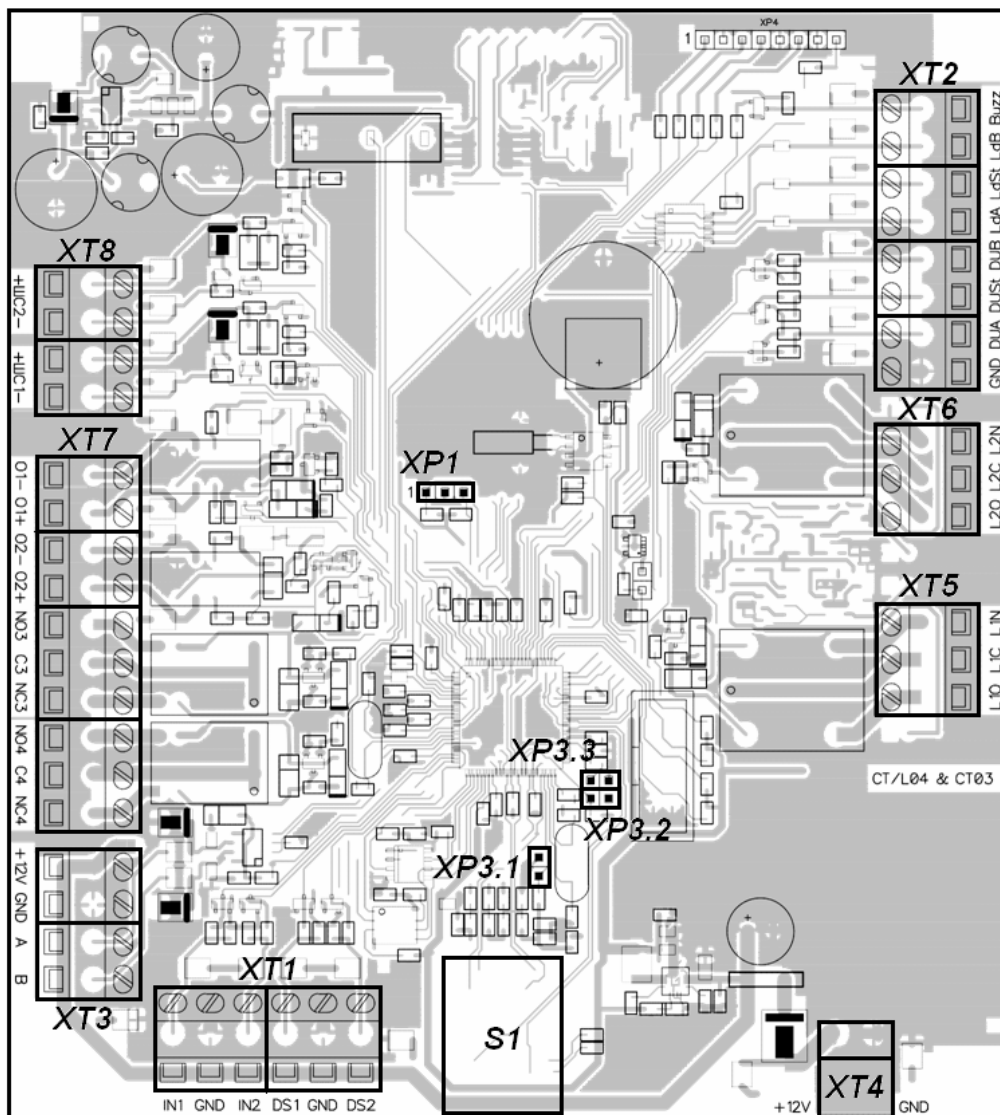

Рисунок 3 Внешний вид платы контроллера
5.2.4 Пульт управления выполнен в виде небольшого настольного прибора в корпусе из ударопрочного полистирола и предназначен для задания и индикации режимов работы при ручном управлении ЭП. Пульт управления подключается к плате контроллера гибким многожильным кабелем (10) через клеммную колодку "ХТ2" (см. рис. 3).
На лицевой панели пульта управления расположены три кнопки для задания режимов работы ЭП. Над кнопками расположены индикаторы. *Средняя* кнопка *DUST* (далее – кнопка "*Запрет прохода*") предназначена для перевода ЭП в режим "*Запрет прохода*". *Левая и правая* кнопки (далее – кнопки "*Разрешение прохода*") предназначены для разблокировки вращения ротора ЭП в выбранном направлении. Изменить ориентацию пульта управления относительно установки ЭП (если на месте установки зона прохода обращена к оператору не лицевой, а тыльной стороной) можно, поменяв местами провода от пульта управления, подключаемые на контакты *DUA* и *DUB*, а также *Led A* и *Led B* соответственно (см. рис. 3 и рис. А.1 Приложения А).
5.2.5 На плате контроллера (рис. 3) расположены:
5.3.2 Подключение указанных в п. 5.3.1 автономных устройств производится с помощью кабелей (10) и (12) к соответствующим клеммной колодке “ХТ2” платы контроллера (рис. 3) и клеммной колодке турникета Х1(подключение питания устройства радиуправления) в соответствии со схемой подключения (рис. А.1Приложения А).
Установка переключателей на разъём XP1 (расположение разъёма показано на рис. 3): положение 1 – 2 – переключатель IP MODE, положение 2 – 3 – переключатель IP DEFAULT.